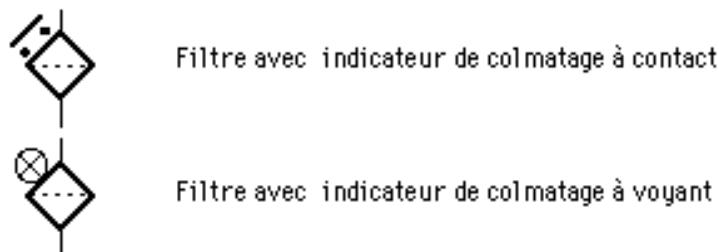

Fig 1
- Les indicateurs de colmatage, fig1: ils donnent une information lorsque la perte de charge provoquée par le colmatage devient inacceptable. Cette information peut être un voyant, un contact géré par la partie commande...